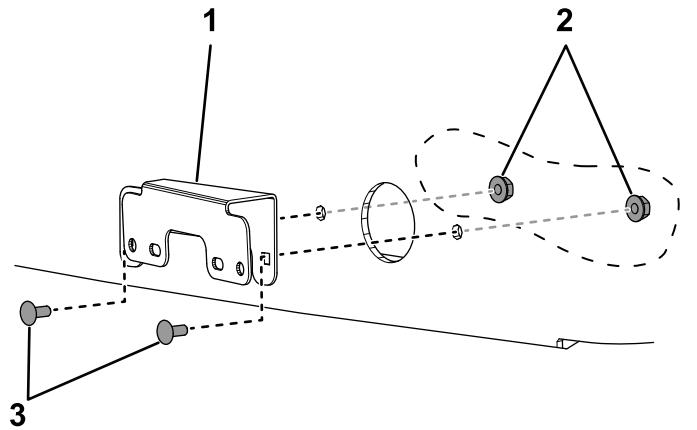

図 23
3. 方向指示器ブラケット2個をフードに取り付け るキャリッジボルト#10 x 1/2"4本とロックナット #104個を使用する図 23。